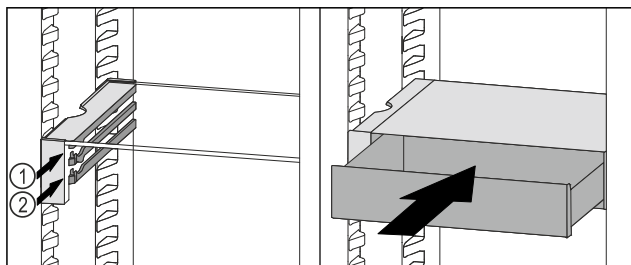

Fig. 43
- ▶ Установите выдвижной ящик VarioSafe за стопоры на требуемый выступ Fig. 43 (1) или Fig. 43 (2).